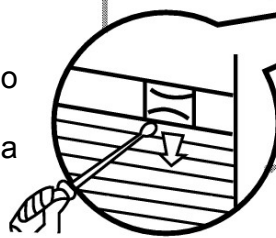

Рис. 3
- Открутите крепежные винты боковой панели и надавите вперед (по направлению стрелки), чтобы снять крышку. (см. рис.3)